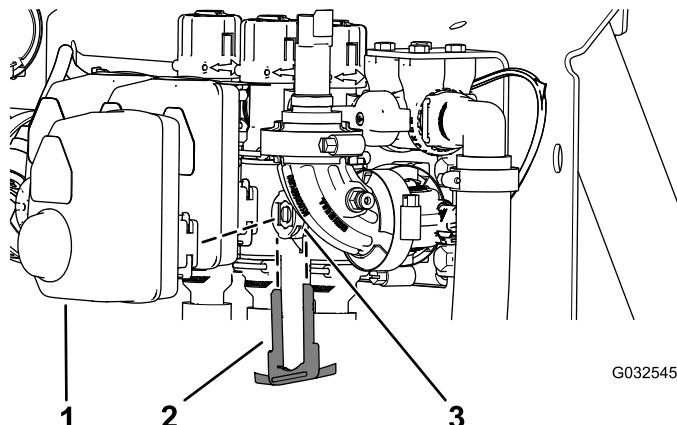

Рисунок 122
- Снимите держатель, который крепит привод к коллекторному клапану секции или клапану перемешивания (Рисунок 122).